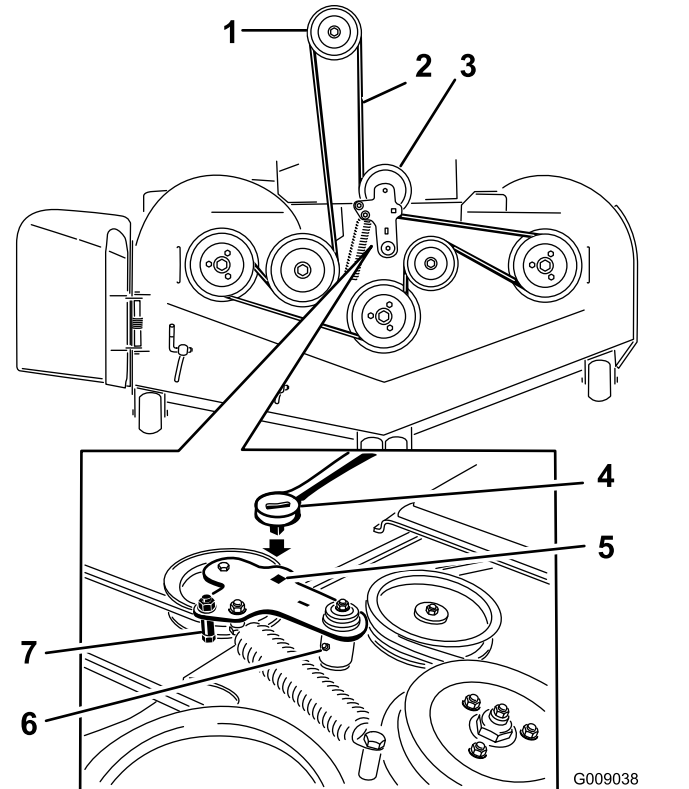

Figure 81
7. Insérez un rochet dans le trou carré du bras de tension pour détendre le ressort de la poulie de tension (Figure 81).
9. Enlevez le guide de courroie situé sur le bras de tension rappelé par ressort, comme montré à la Figure 81.
11. Acheminez la courroie neuve autour des poulies du plateau de coupe et de la poulie d'embrayage, sous le moteur (Figure 81).
12. Montez le guide de courroie sur le bras de tension, comme montré à la Figure 81.
13. Insérez le rochet dans le trou carré et montez le ressort de la poulie de tension (Figure 81).